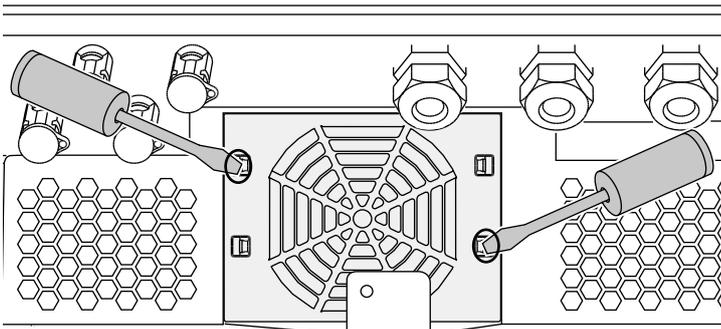

Fig. 69: Soltar as patilhas de fixação
3. Com uma segunda chave de fendas, pressione as patilhas de fixação para o centro do ventilador. Levante ligeiramente a unidade de ventilação. ➤ Fig. 69